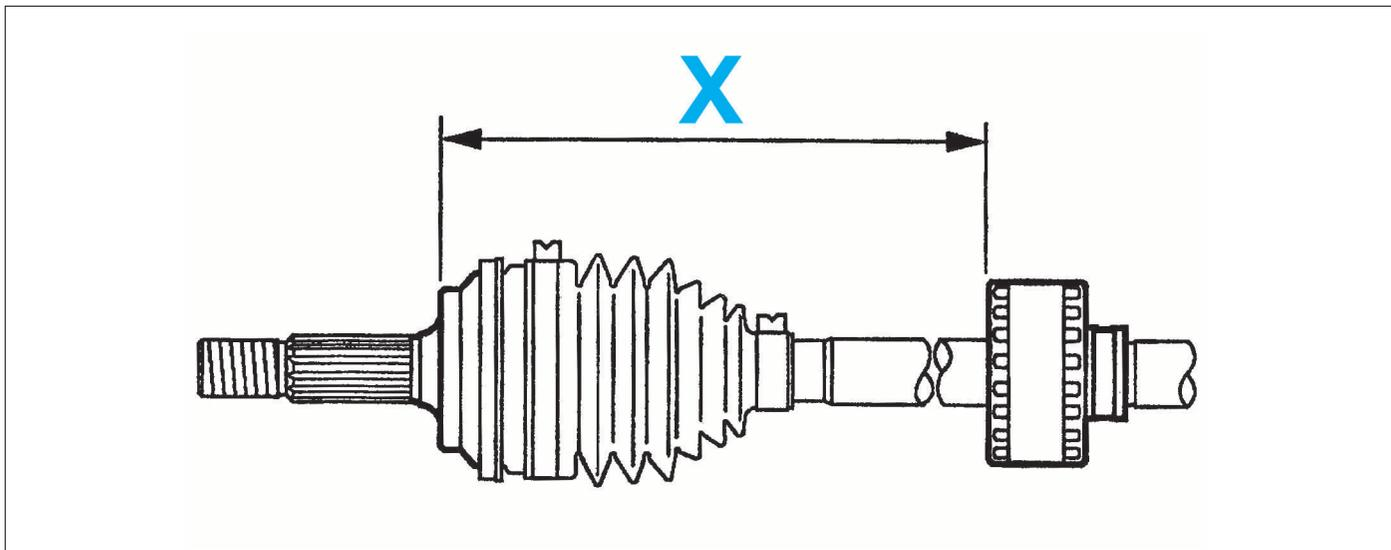

FIG. 1
### Masse anti-vibratoire (fig. 1)
- Sur la transmission droite, monter et glisser la masse anti-vibratoire sur l'arbre à la cote " X " (fig. 1) et reposer un collier de fixation neuf.